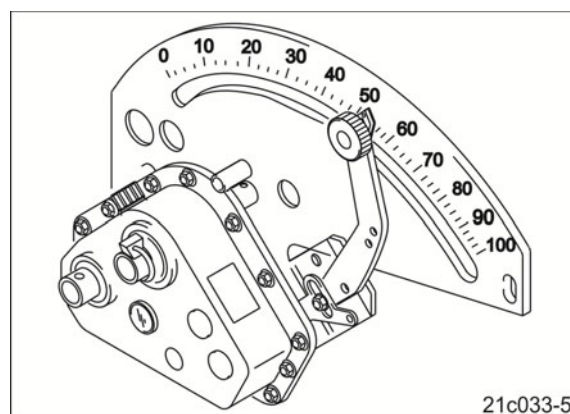

Bild 216
5. Halvera utsädesmängden. Ställ om växelspaken (Bild 216/1) motsvarande.